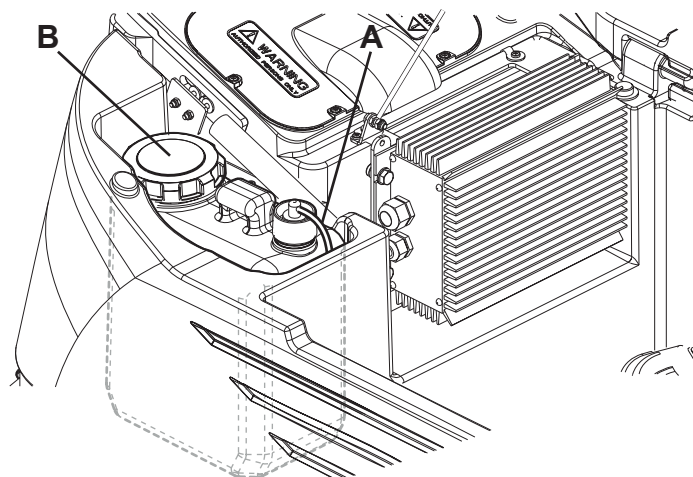

Рис. 10
2. Откройте крышку (20) и проверьте, что бачок для отработанной воды (19) пуст, иначе опорожните его с помощью сливного шланга (24). Закройте крышку (20).
3. Аккуратно поднимите бак (44).
4. Выверните пробку и отсоедините шланг (А, Рис. 10) от бачка (В).
7. Установите резервуар (42) в положение, показанное на схеме, и подключите к нему шланг (А).